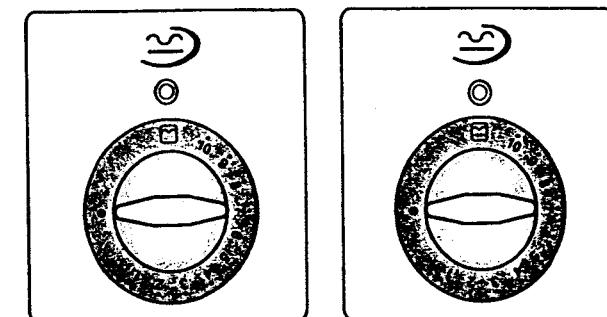

Рисунок 13 - Положение ручки в режиме "гриль"
- При работе в режиме "гриль" (рисунок 13) дверца электрошкафа должна быть закрыта. Это предохраняет ручки управления плиты от перегрева.